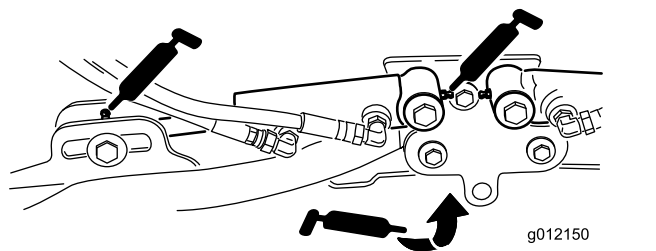

Figura 64
- Cilindri del braccio di sollevamento dell'apparato di taglio (2 cad.) (Figura 64)
- Perni del braccio di sollevamento (1 cad.) (Figura 64)